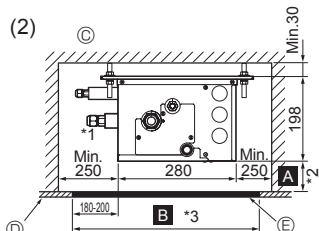
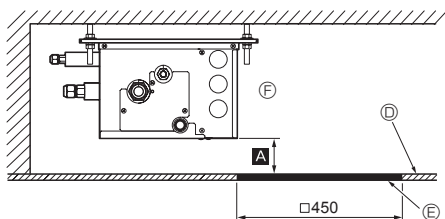

Fig. 4-6
Fig. 4-7
(2) Set fra siden (Fig. 4-6, Fig. 4-7)
I tilfælde af "□ 450" skal der udføres et vedligeholdelseshul ved en PCB-side (som vist på Fig. 4-7), og afstanden Ⓐ skal være "min. 300 mm".